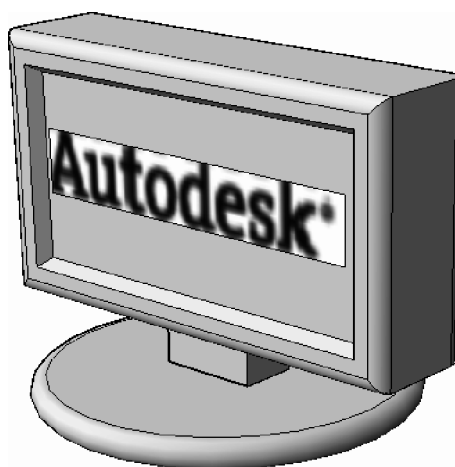

Fig. 7.1 Tema. Modelul solid al unui monitor
Exercițiul 7.1. Exercițiul propus constă în realizarea modelului solid din Fig. 7.1, pentru același monitor desenat în plan la exercițiul 2.1.
19. După eliminarea pictogramei UCS (comanda **Ucsicon**, opțiunea *Off*), modelul solid arată ca în Fig. 7.1.